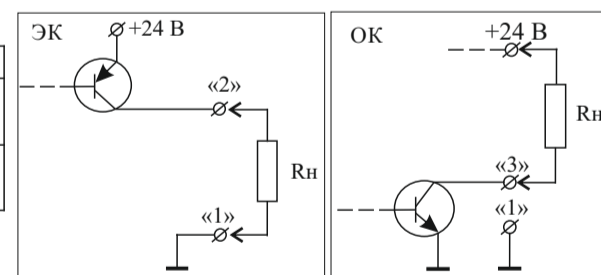

Рисунок 1
- Относительно клеммы «1» клеммного соединителя «Авария» сигнал формируется (см. рисунок 1):